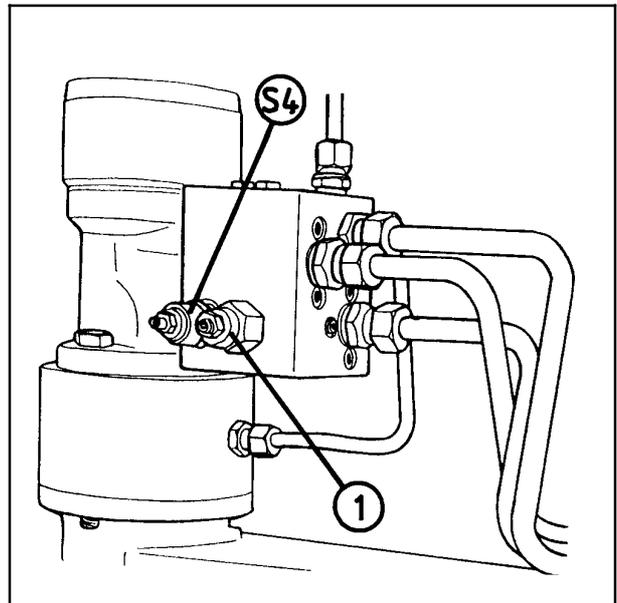

Bild 14-4
- c) **Sicherheitsventil an der Plusseite.** (S4, Abb.14-4).
- d) **Stromregelventil.** (Pos. 1, Abb. 14-4).